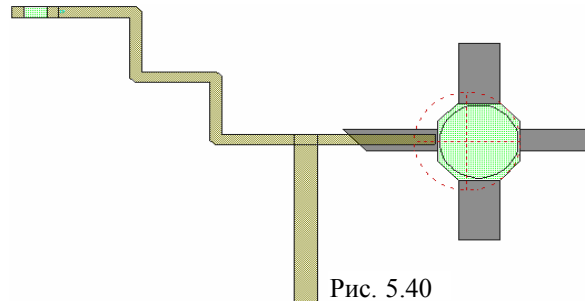

Рис. 5.40
- Щёлкните мышкой по значку **Snap Together** на панели инструментов. Вся топология будет соединена (рис. 5.40).